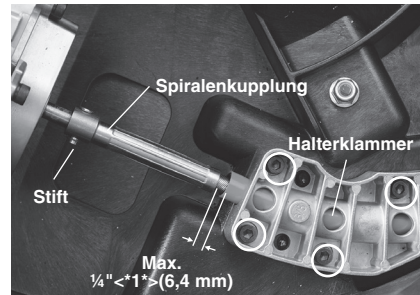

Abbildung 2 – Montage der Spiralenklammer
3. Entfernen Sie die Befestigungselemente der Spiralenhalteklammer sowie die Spiralenhalteklammer (Abbildung 2).
bedeckt. Es sollten nicht mehr als 1/4" (6,4 mm) der Spirale frei liegen (siehe Abbildung 2). Ziehen Sie alle Befestigungselemente fest an.